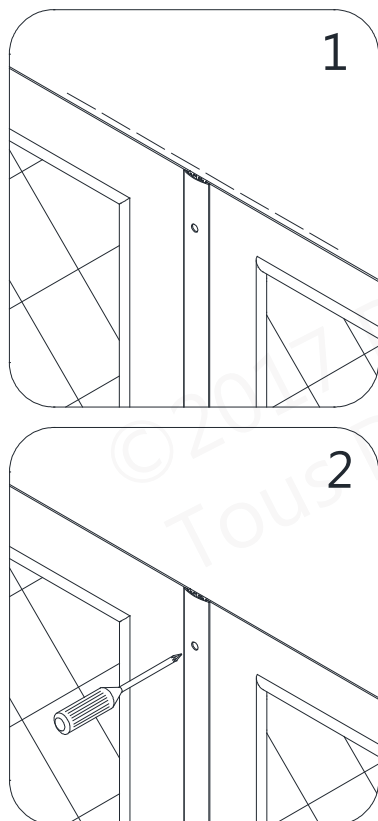
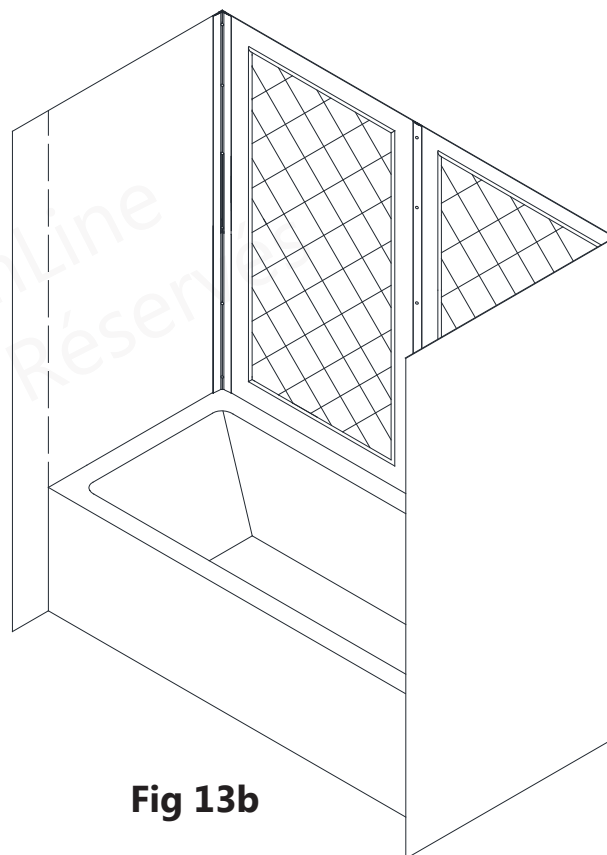

Fig 13a
Fig 13b
13. Alignez le haut des deux **panneaux arrière (N° 02)** et serrez les vis de la **bande d'étanchéité du centre (N° 05)** pour fixer le montage en place. Ne serrez pas au fond les vis des bandes d'étanchéité de coin. (Fig. 13a et Fig. 13b)